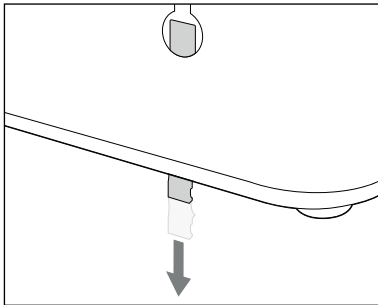

Abb. 1
- An der Geräterückseite befindet sich in der rechten Aufhängeöse **7** ein Sicherungsstift **8** der verhindern soll, dass sich das Gerät von den Schrauben **9** löst. Ziehen Sie den Sicherungsstift **8** ein Stück nach unten aus der Aufhängeöse **7** (siehe Abb. 1).